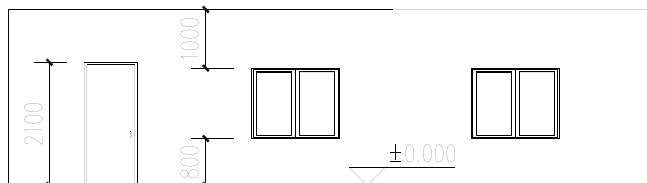

图 4-18 改高度原图
1. 打开“源文件”中的“改高度原图”图形，如图 4-18 所示，选择“改高度”命令，将墙体的高度设置为 3000，新的标高设置为-300。命令行显示如下。